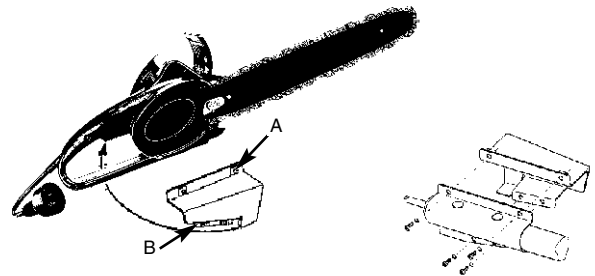

Fig.7
- Deslice el soporte del maneral (A) sobre el maneral de la motosierra desde la parte derecha (Ver Fig.7)